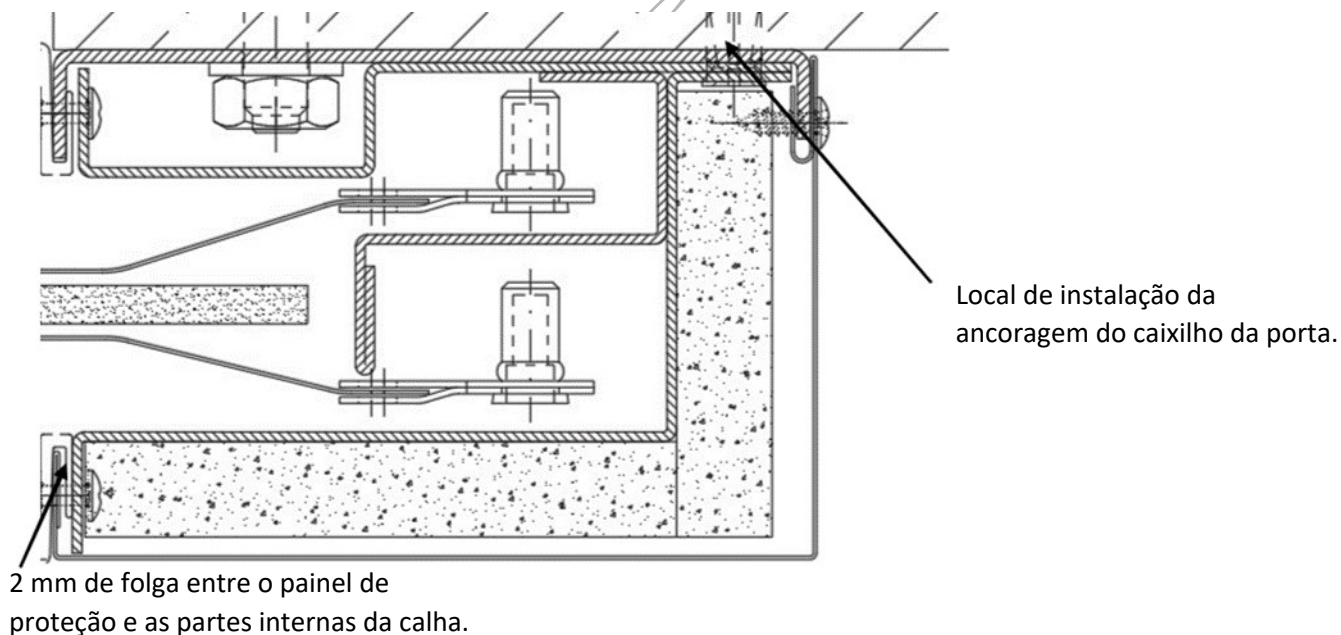

Fig. 11. Instalação das calhas de guia
- Utilize os orifícios da barra de canal para efetuar orifícios de $\varnothing 8$ para as âncoras do caixilho da porta (Fig. 11 e 12)